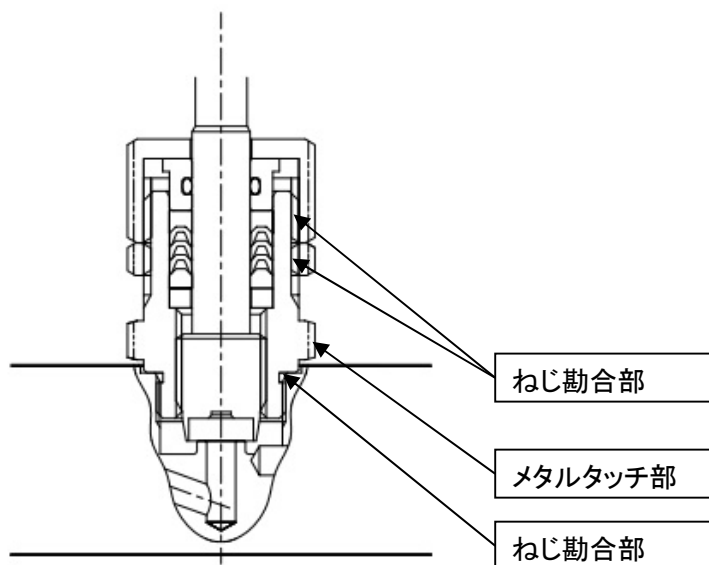

図3 ボンネット詳細図
- (1) 分解した部品のゴミ、錆等は十分に清掃し、有害な腐食、変形、傷等のあるものは新品と交換してください。
- (2) シートパッキン(スピンドル組品)、グランドパッキン、Ｏ-リングは全て新品と交換してください。組込の際はグランドパッキン、Ｏ-リングの表面にモリコート®6169 等低温流体に適したグリスを少量塗布してください。
- (3) パッキン類は、弊社の供給する純正部品を使用してください。
- (4) 2.ボンネットと9.グランドナット、10 ロックナットのねじ勘合部、1.ボディと2.ボンネットのねじ勘合部及びメタルタッチ部にもモリコート®6169 等低温流体に適したグリスを少量塗布してください。(図3参照)